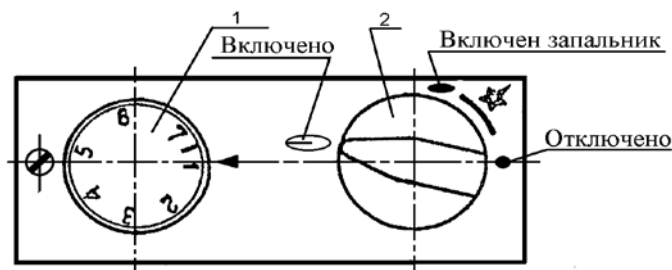
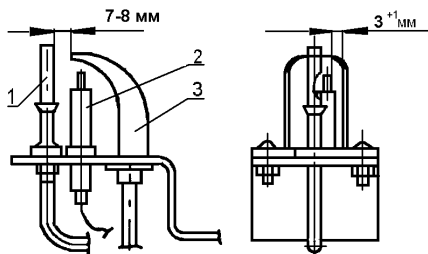
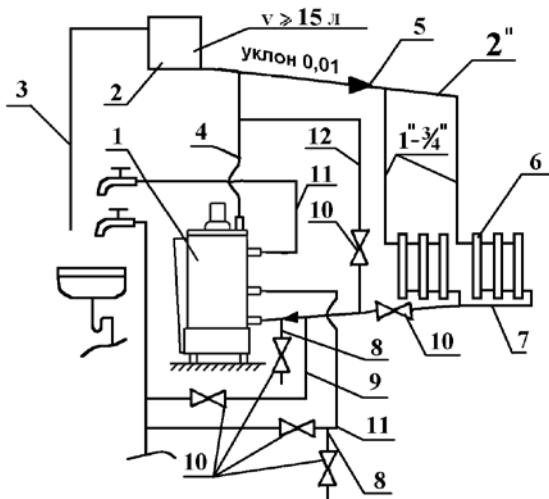

Рис.2 Блок автоматики
Рис.3 Устройство запальное
Рис.4 Схема системы отопления и горячего водоснабжения.
4.4. Установка требуемой температуры воды производится ручкой регулирования температуры воды 1 (Рис.2) от 45°C до $85^{\circ}\text{C} \div 90^{\circ}\text{C}$, а ее контроль выполняется по термометру. Температура горячей воды в системе ГВС при ее заборе не должна превышать 60°C .
4.6. Устройство запальное Рис.3 предназначено для крепления запальника, термопары, свечи зажигания и розжига основной горелки.
6.12. Проверьте работу пьезорозжига. При нажатии на ручку пьезорозжига 2 (Рис.2) должна проскакивать искра между электродом свечи 2 (Рис.3) и запальником 3 (Рис.3).
6.13. Заполните систему отопления водой. Контроль заполнения системы отопления осуществляется по трубе сигнальной 3 (Рис.4). Категорически запрещается установка запорной арматуры на стояке, идущем от аппарата. В целях исключения нарушения прочности и плотности аппарата при заполнении и подпитке системы отопления не допускать превышения давления перед аппаратом более 150 кПа (1,5 кг/см²).
6.15. Настройте ручку регулирования 1 (Рис.2) блока автоматики на необходимую температуру воды в аппарате.
6.19. При работе аппарата в летнее время только на ГВС, после прекращения забора горячей воды выключите основную горелку, повернув ручку регулирования температуры воды 1 (Рис.2) в положение 1.
6.21. При длительном отборе горячей воды рекомендуем: для повышения температуры и объема горячей воды предварительно установить ручку регулирования температуры воды 1 (Рис.2) на температуру 80°С÷85°С и закрыть вентиль 10 (Рис.4) на магистрали 7 обратной воды в системе отопления. После окончания забора горячей воды открыть вентиль 10 на магистрали 7 обратной воды для восстановления циркуляции воды в системе отопления и установить ручку регулирования температуры воды 1 (Рис.2) на требуемую температуру.
6.22. На летний период закрыть вентиль 10 (Рис.4) на магистрали 7 обратной воды и открыть вентиль 10 на магистрали 12. На осеннее - зимний период вентиль 10 на магистрали 12 закрыть, а вентиль 10 на магистрали 7 открыть.
6.23. При работе аппарата в летнее время только на горячее водоснабжение с постоянным длительным забором (ванна, душ), с расходом 5,4 л/минуту (АКГВ-17,4-3 Комфорт) 7,1 л/мин. (АКГВ-23,2-3 Комфорт) для получения стабильной ее температуры (не ниже 45 °С) необходимо устанавливать ручку регулирования температуры воды 1 (Рис.2) на температуру 80 °С ÷ 85 °С и при ее достижении включить забор воды. Не более чем через 10 минут после включения забора воды аппарат выходит на стабильный режим работы и выдает воду с температурой не ниже 45 °С.
7.3.2. Откройте дверку аппарата 5 (Рис.1) и кран на газопроводе перед аппаратом. Ручка пьезорозжига 2 (Рис.2) должна находиться в положении “Отключено”.
8.4. В случае прекращения работы аппарата в зимнее время на продолжительный срок (свыше суток) полностью слейте воду из системы отопления и системы горячего водоснабжения через вентили 10 сливных магистралей 8 (Рис.4) во избежание ее замерзания.